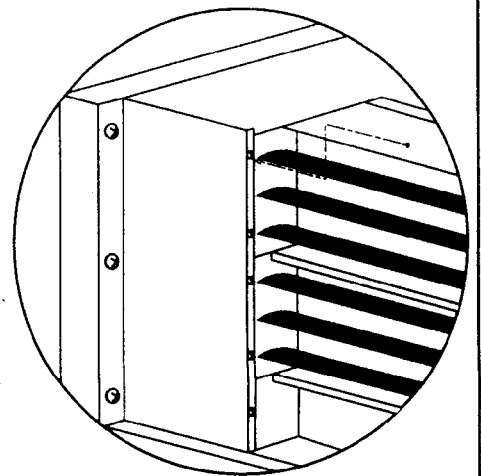

図 4
このとき、サイドパネル⑨⑩とウシロパネル⑬ (タッピンネジ⑮6本) およびコテイイタ⑪⑫と吹出グリル⑤、ダイ③ (タッピンネジ⑮10本) もネジ止めしてください。(図4)